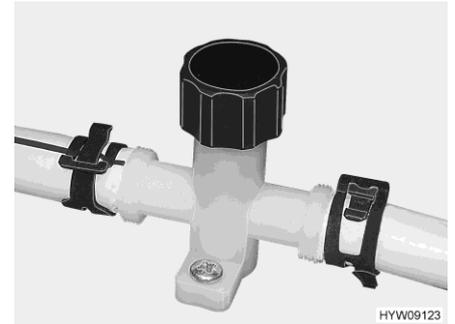

Fig. 172 Llave de desagüe (tubería de agua)
- Cerrar las llaves de desagüe. Para ello, girar el capuchón de la llave de desagüe (Fig. 172) en sentido de las agujas del reloj.